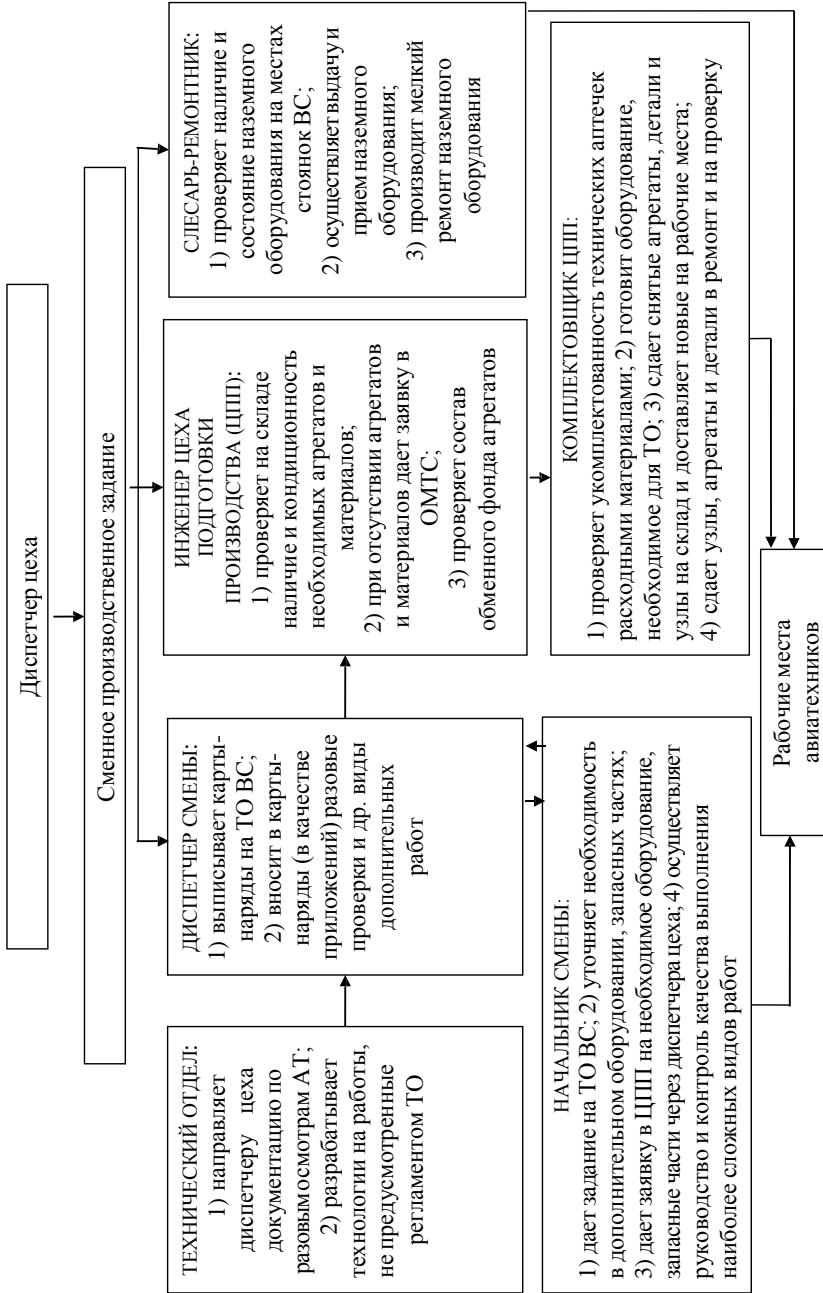

Рис. 2.3. Схема организации работ по подготовке производства и ТО ВС
На схеме (рис. 2.3) указаны обязанности работников, от которых зависит полнота и своевременность обеспечения рабочих мест цеха периодического ТО ВС необходимой документацией, агрегатами, деталями, запасными частями, расходными материалами и оборудованием.
- 6) анализ работ, выполняемых работниками Организации по ТО по обеспечению рабочих мест в цехе периодического ТО (см. рис. 2.3);